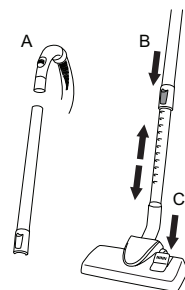

Figure 3A & B
2. Glissez le tube télescopique sur la poignée du tuyau souple; voir la figure 3A.